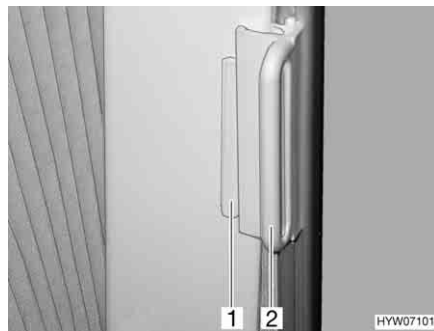

Fig. 111 Tendina oscurante pieghevole, finestra della cabina guida
- Afferrare l'impugnatura (Fig. 111,2) delle tendine oscuranti pieghevoli e chiudere tirando con prudenza finché il fermo magnetico non blocca la tendina oscurante pieghevole.
- Spingere l'impugnatura (Fig. 111,2) fino al sopralzo (Fig. 111,1). La tendina oscurante pieghevole è ora bloccata.